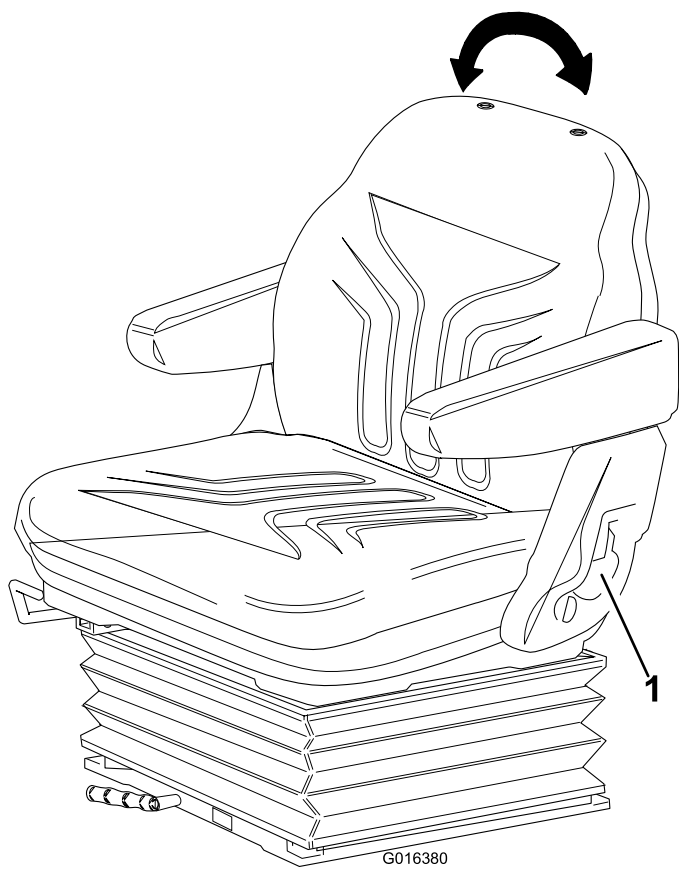

Figura 15
- **Regolazione dello schienale:** Tirate la maniglia verso l'esterno per regolare l'angolo dello schienale del sedile. Lasciate andare la leva per bloccare lo schienale del sedile in posizione (Figura 15).